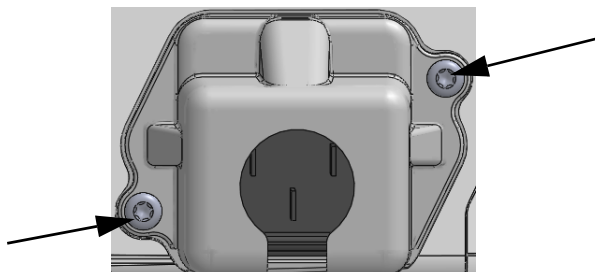

Figura 3-5 Copertura dell'ingresso alimentazione HemoSphere - posizioni delle viti
- 1 Se il coperchio dell'ingresso dell'alimentazione è già installato, rimuovere le due viti (figura 3-5) che fissano il coperchio dell'ingresso dell'alimentazione al pannello posteriore del monitor.